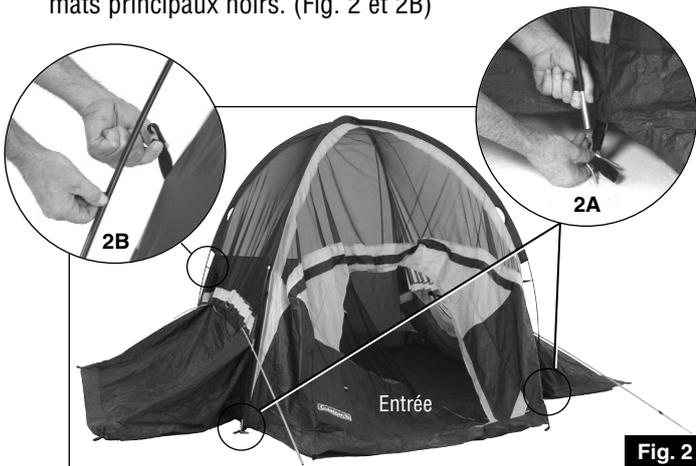

Fig. 2
5. Introduisez le bout de chaque mât principal noir (au-dessus de l'entrée) sur la cheville d'un coin intérieur avant. (Fig. 2, 2A)
6. Allez à l'extrémité des mâts principaux et faites pression pour arquer progressivement les mâts. Introduisez la cheville dans le bout de chaque mât, à l'arrière de la tente. (Fig. 2 et 2A)
7. Attachez les crochets d'armature des bords de la toile aux mâts principaux noirs. (Fig. 2 et 2B)